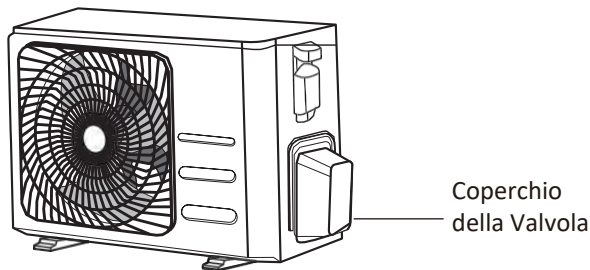

Fig. 5.9
1. Svita il coperchio dalla valvola di ritegno sul lato dell'unità esterna. **(Vedi Fig. 5.9)**